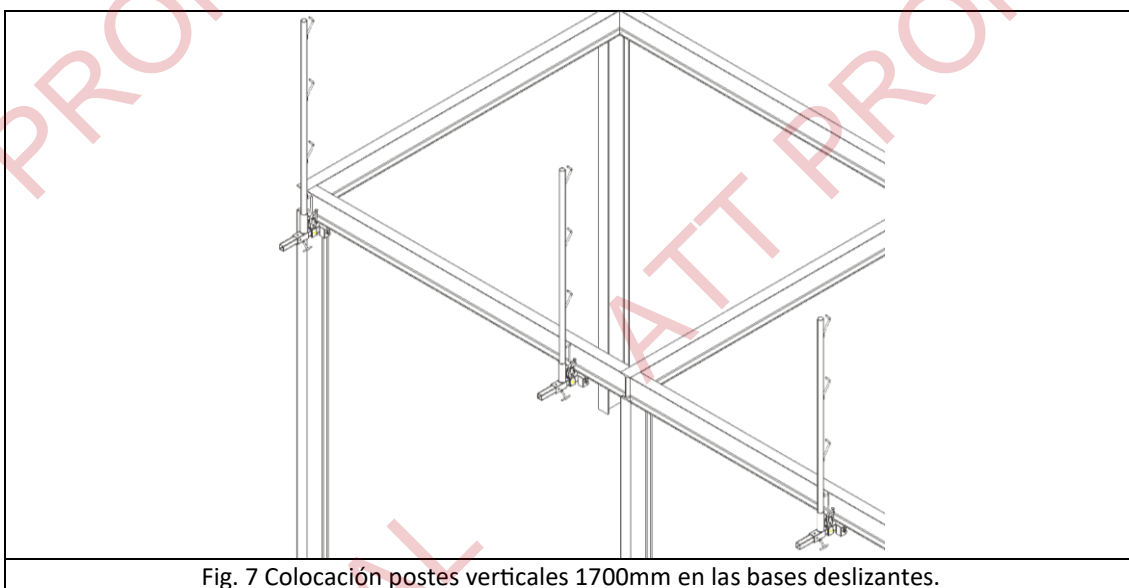
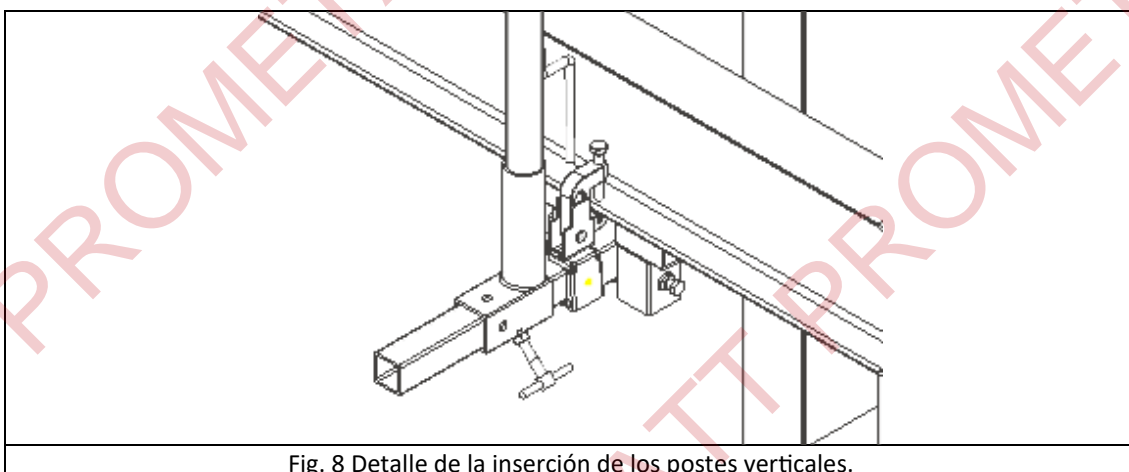

Fig. 7 Colocación postes verticales 1700mm en las bases deslizantes.
Fig. 8 Detalle de la inserción de los postes verticales.
4. Después se procederá a la colocación de los postes verticales de 1200, 1500 o 1700mm (Fig. 7), simplemente alojándolos en los casquillos tubulares previstos en el accesorio deslizante (Fig. 8).